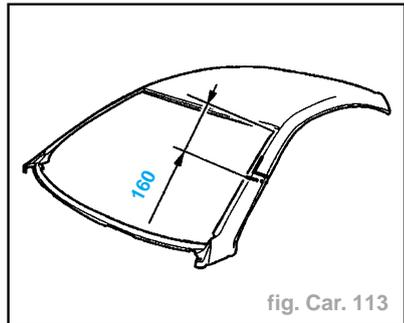

fig. Car. 113
- Tracer, puis découper à l'aide d'une meule épaisseur **1 mm** (coupe définitive) (découpage symétrique) (fig. Car. 113).